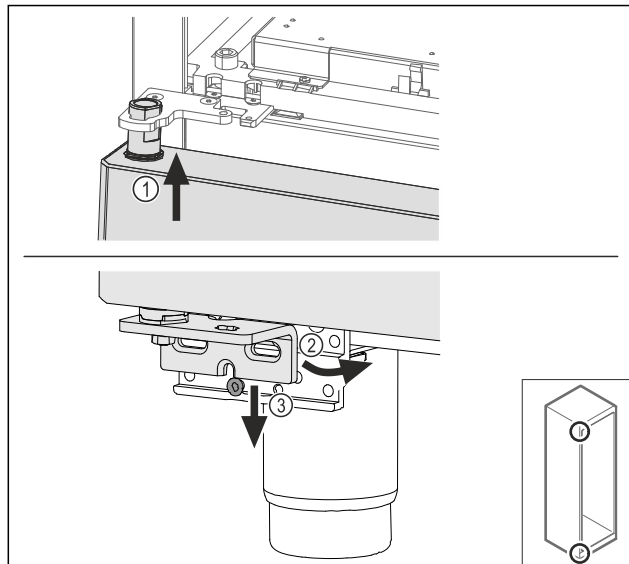

Fig. 64
- ▶ Kissé megbillentve fűzze be az ajtót felül Fig. 64 (1), majd igazítsa egyenesbe az ajtót Fig. 64 (2), és helyezze rá az alját a csapágybak csavarjára Fig. 64 (3).